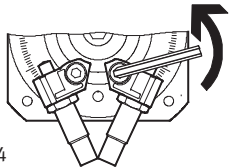

Рис. 14
4. Выкрутите зажимные винты для держателя амортизатора (Рис. 14). Ослабьте зажимные винты держателей амортизаторов настолько, чтобы их можно было свободно двигать.